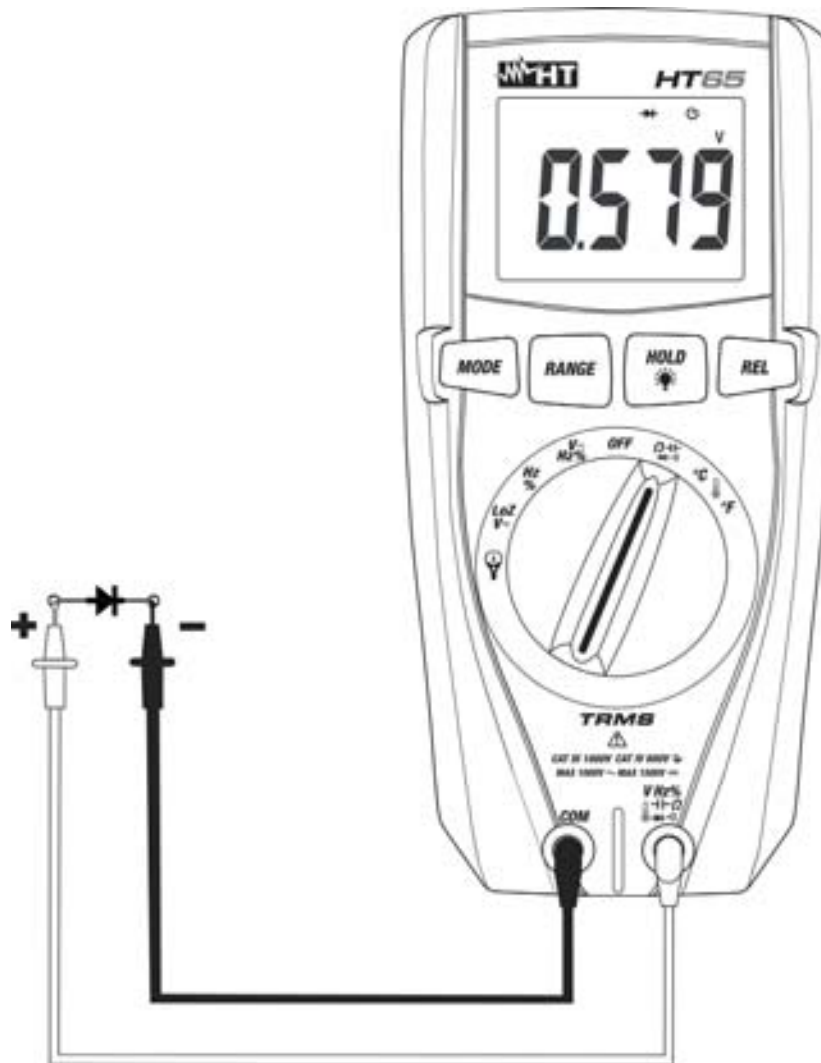

Fig. 7: Uso do instrumento para o Teste de Díodos
4. Colocar as ponteiros nas extremidades do díodo em exame (ver Fig. 7) respeitando as polaridades indicadas. O valor da tensão do patamar em polarização direta é apresentado no display
6. Se o instrumento apresenta a mensagem "OL" os terminais do díodo estão invertidos em relação ao indicado na Fig. 7 ou a junção P-N do díodo está danificada